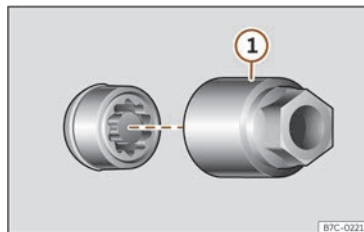

Fig. 199 Parafuso antirroubo da roda con capuchón e adaptador.
- Encaixe o adaptador especial >>> **fig. 199** ① (ferramenta de a bordo >>> pág. 287) no parafuso antirroubo da roda ata o tope.